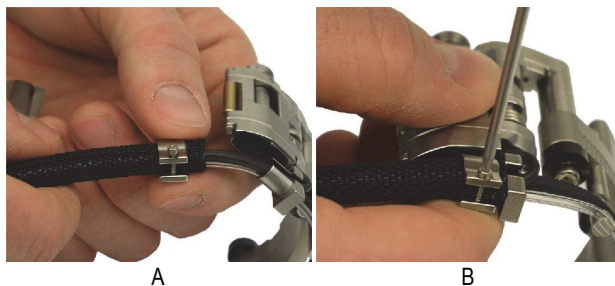

Рис. 2-3 Установка зажимного кольца
3. Установите зажимное кольцо следующим образом (см. Рис. 2-3 на стр. 35):